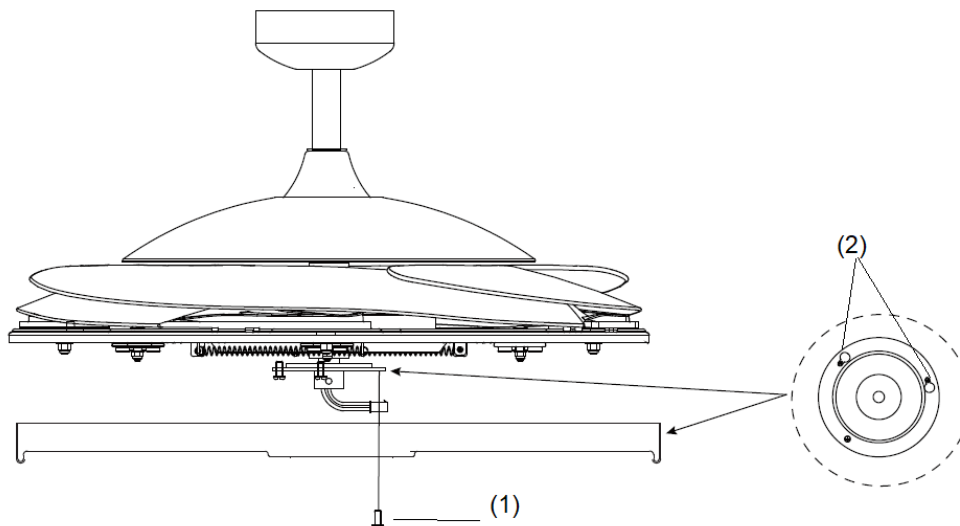

Abb. 6
### INSTALLATION DES BELEUCHTUNGSSETS (Abb. 6 und 7)
1. Lösen Sie die Schraube (1) aus der Ventilatorhalterung. Richten Sie die zwei Schlitzschrauben an den Schlüsselloch-Schlitten (2) der Leuchtenhalterung aus. (Abb. 6)
2. Drehen Sie das Beleuchtungsset gegen den Uhrzeigersinn, bis die Schlitzschrauben fest am Ende der Schlitten sitzen (2).
3. Fixieren Sie die Schraube (1) an der Halterung des Lampenschirms. Ziehen Sie alle drei Schrauben fest. Überziehen Sie die Schrauben nicht.